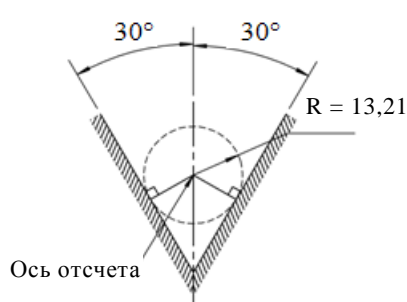

Рис. 2
- ^{2/} Ось отсчета перпендикулярна плоскости отсчета и проходит через точку пересечения двух перпендикулярных линий, как показано на рис. 2 спецификации Н13/2.